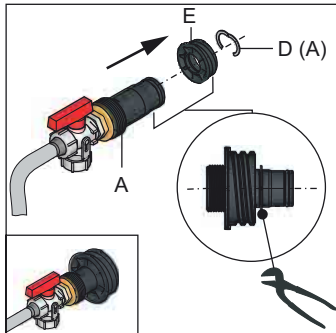

Fig. 6-3 Finalisation du raccord de remplissage KFE
- Insérer le **raccord de remplissage KFE** dans la pièce fileté (fig. 6-3, rep. E) et l'assurer avec une pièce de fixation (fig. 6-3, rep. D).